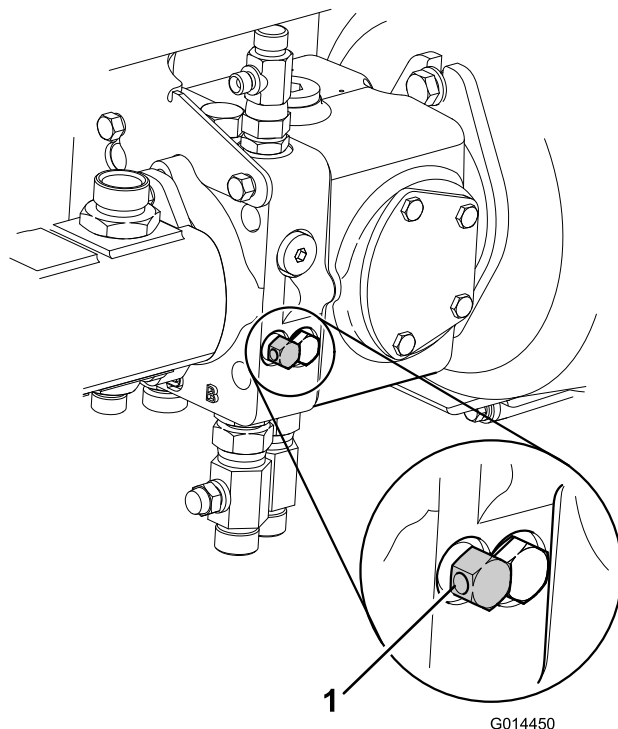

Figura 46
7. Rilasciate il sistema frenante idraulico di servizio girando la valvola di bypass posta sotto la pompa della trasmissione in senso antiorario e per un massimo di 3 giri (Figura 46).